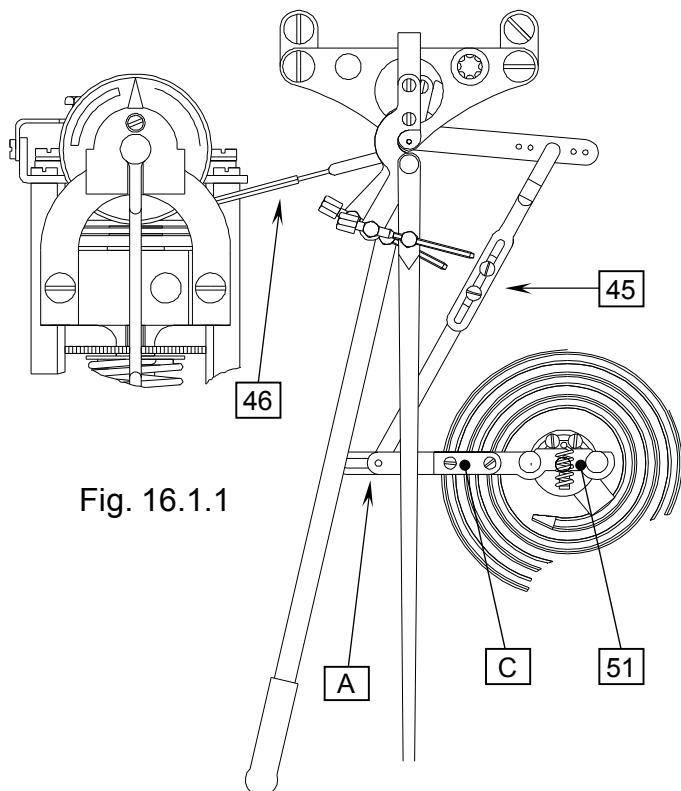

Fig. 16.1.1
Per correggere eventuali piccoli scostamenti della penna scrivente della variabile misurata dal valore reale, agire sul tirante (45) (vedi Fig 16.1.1).
Vedi Fig. 16.1.1 per elementi di temperatura e pressione.
Correct any minimal deviations of the writing pen (measured variable) from the real value by turning the hexagonal part of the tie rod (45) (see Fig 16.1.1).
See Fig. 16.1.1 for temperature and pressure elements. See Fig. 16.1.2 for 3÷15 psi receiving elements.
4. Agire sulla vite del trimmer PT2 (vedi Fig. 16.1.1) e portare l'indice al 100% della scala.